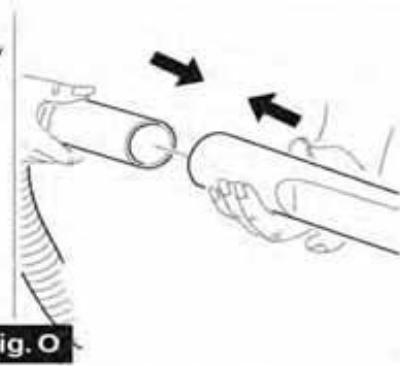
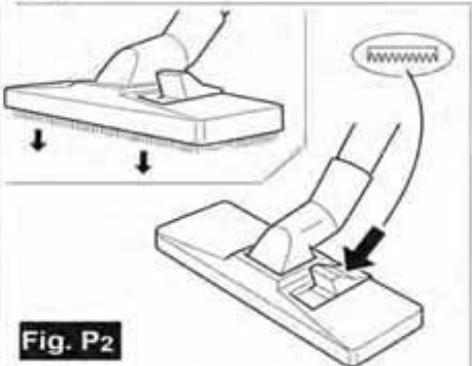

Fig. P1
Fig. P2
- Щетка для пола «ковер-пол» для всасывания пыли. Используйте эту щетку для удаления пыли и мусора с пола. Для того чтобы работать на ковре надо нажать на рычаг (см. символы на щетке - щетина убирается внутрь щетки) рис. P1. Для того чтобы работать на паркете или других твердых полах нажмите рычаг (см. символы на щетке - щетина выступают из щетки) рис. P2.